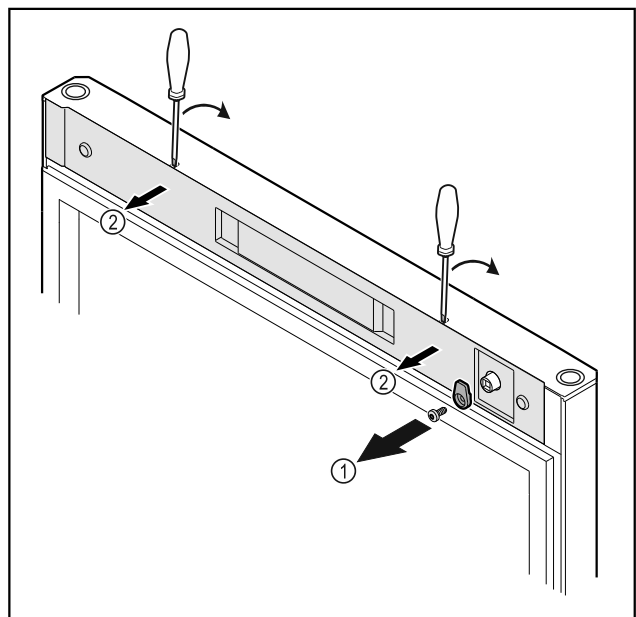

Fig. 52
► Ξεβιδώστε το άγκιστρο κλεισίματος Fig. 52 (1).
- ▶ Ξεκουμπώστε το κάλυμμα Fig. 52 (2) με ένα μικρό κατσαβίδι και αφαιρέστε το.